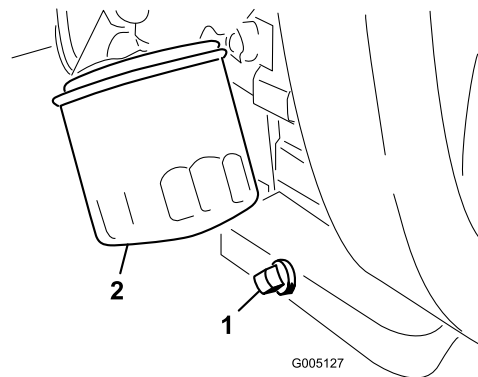

Bild 48
1. Entfernen Sie die Ablassschraube (Bild 48) und lassen das Öl in ein Auffanggefäß ab. Schrauben Sie die Ablassschraube wieder ein, nachdem das Öl abgelassen ist.
2. Entfernen Sie den Ölfilter (Bild 48). Ölen Sie die neue Dichtung am Ölfilter leicht mit frischem Öl ein.